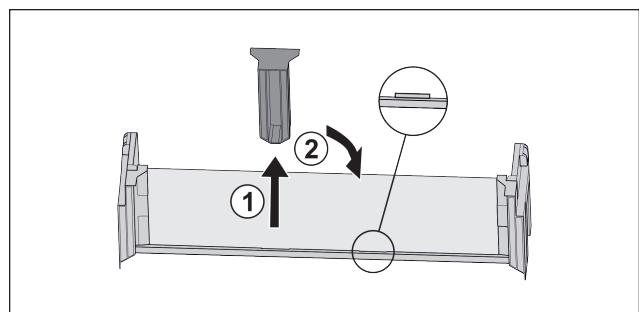

Fig. 39
- Desprindeți piesa de susținere intermedieră Fig. 39 (1).
- Introduceți piesa de susținere intermedieră la a doua poziție Fig. 39 (2).